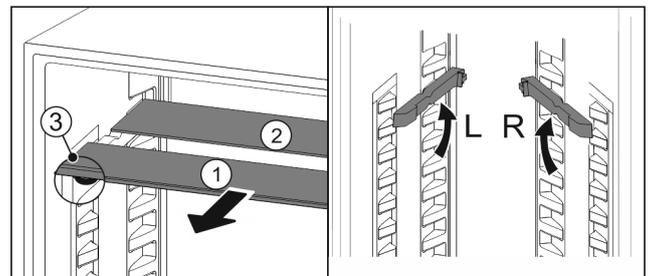

Fig. 102
- ▶ Glasplatten einzeln nach vorne herausziehen Fig. 102 (1).
- ▶ Glasplatte Fig. 102 (1) mit Zierleiste liegt vorne.
- ▶ Stopps Fig. 102 (3) zeigen nach unten. Geräte mit Gefrierfach:*